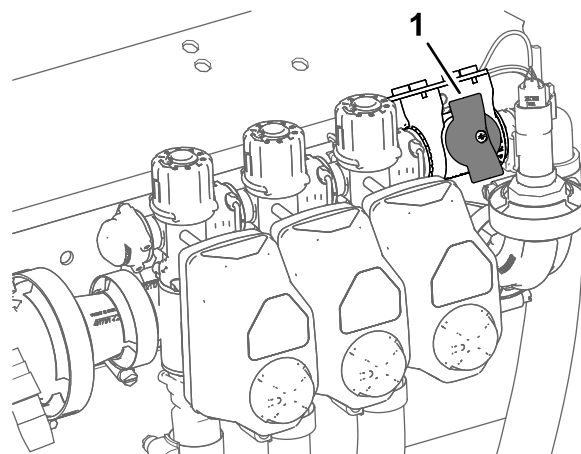

Figure 42
2. Tournez la vanne de coupure de dérivation de section à la position fermée (Figure 42).